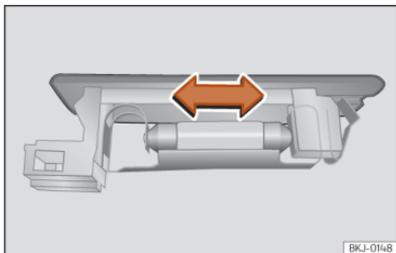

Abb. 169 Gepäckraumleuchte*
- Drücken Sie die Glühlampe zur Seite und nehmen Sie sie aus ihrer Halterung heraus »» [Abb. 169].